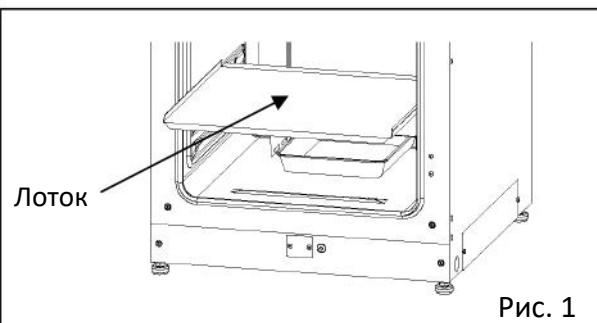

Рис. 1
**2. Откройте наружные и внутренние дверцы и извлеките все лотки. (Рис. 1)**